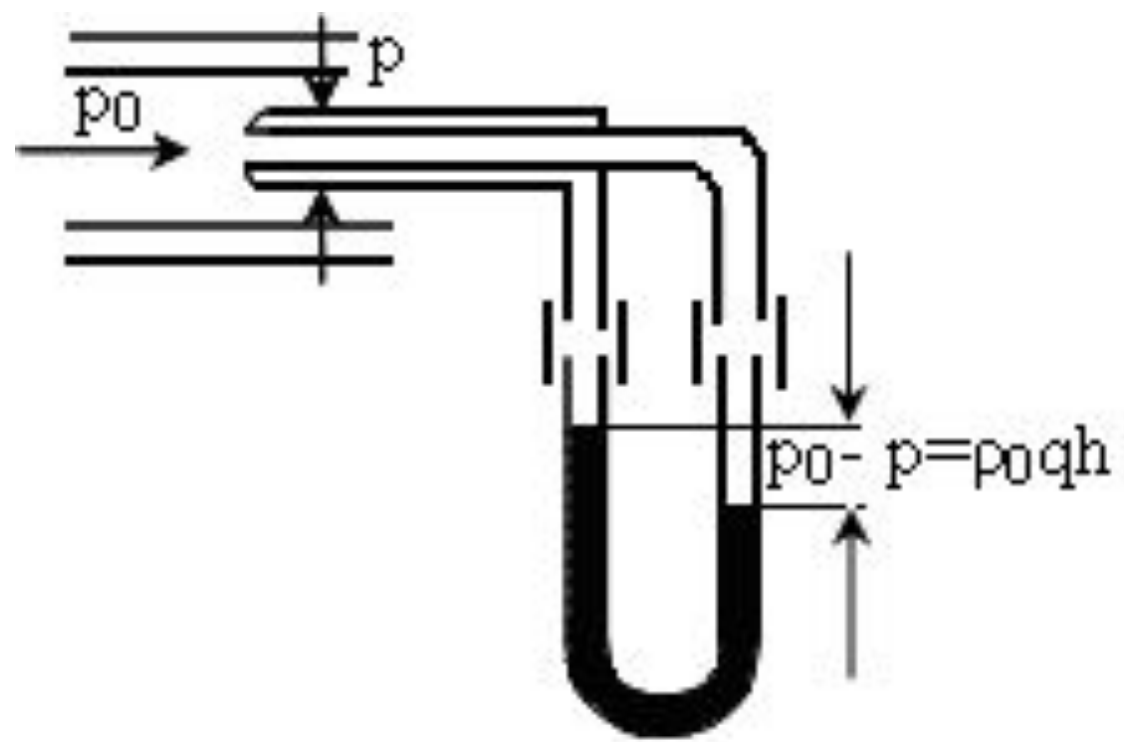

Рисунок 49
- Так как динамическое давление связано со скоростью движения жидкости (газа), то уравнение Бернулли позволяет измерять скорость потока жидкости. Для этого применяется трубка Пито — Прандтля (рис. 49). ρ_0 — плотность жидкости в манометре.